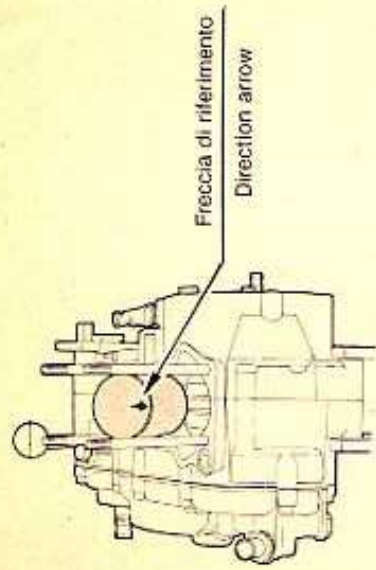

FIG. 50 Montaggio pistone
- 25) Montare la gabbietta dello spinotto, il pistone assicurandosi che la freccia marcata sul cielo sia rivolta verso lo scarico (fig. 50) quindi lo spinotto. Gli anelli di fermo dovranno essere montati dopo il controllo della perpendicolarità della biella in quanto non sarebbe possibile infilare la spina per raddrizzare la biella stessa.